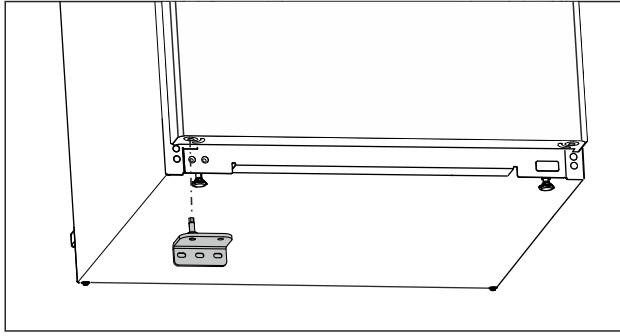

Fig. 21
- Alt yatak mesnedini diğer tarafa takın. (bkz. Fig. 21)